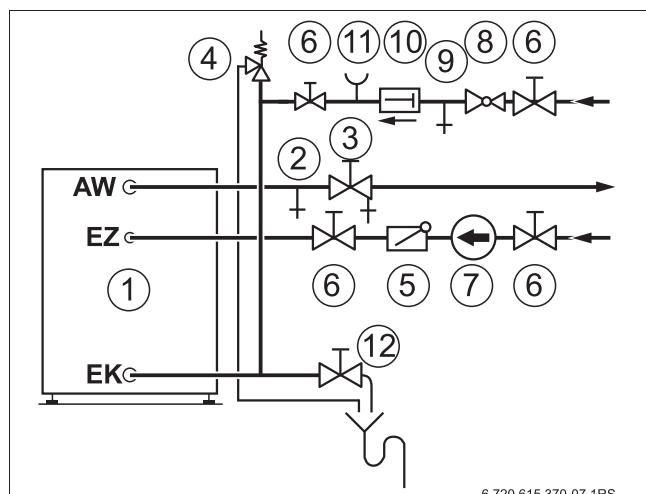

Рис. 7 Монтаж (принципиальная схема)
- Закройте запорный кран на входе холодной воды EK (→ рис. 7, [6]).
- Полностью слейте воду через сливной кран (→ рис. 7, [12]) - в т.ч. из нижней части бака.